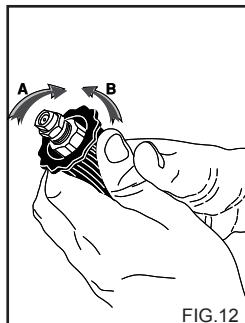

FIG.12
GEBRAUCH DES VERSTELLBAREN SPRÜHKOPFS (Fig.12).
- 2) Den Hochdruckreiniger anlaufen lassen, den Reinigungsmittelhahn (falls vorhanden) aufdrehen, die Steuerung für das Absaugen des auf der Lanze (Fig. 12) vorhandenen Reinigungsmittels betätigen und nun das Mittel von unten nach oben auf der ganzen, zu reinigenden Oberfläche verteilen. Ein paar Minuten lang einwirken lassen.